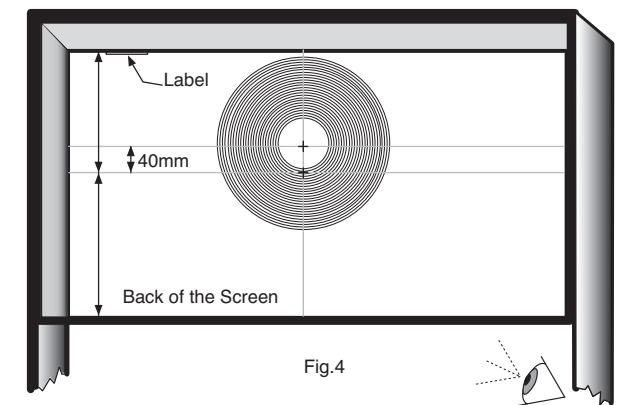

Fig.4
- Respecter au remontage le sens haut et bas des écrans : l' étiquette collée repère le haut d'écran ou le centre des lentilles doit être excentré vers le haut. (Fig. 4).**
- Heben Sie die Front-/Bildschirmeinheit von vorne leicht an und ziehen Sie sie vor um die Einheit vom Gehäuseunterteil (E) zu trennen.
- Beim Zusammenbau führen Sie die acht Streifen (M) der Fronteinheit in die entsprechenden Löcher im Gehäuseunterteil ein.
- Achten Sie beim Einsetzen der Fresnellinse darauf, daß der Aufkleber auf der Linse nach oben links oder mittig nach oben zeigt (siehe Abb. 4).**